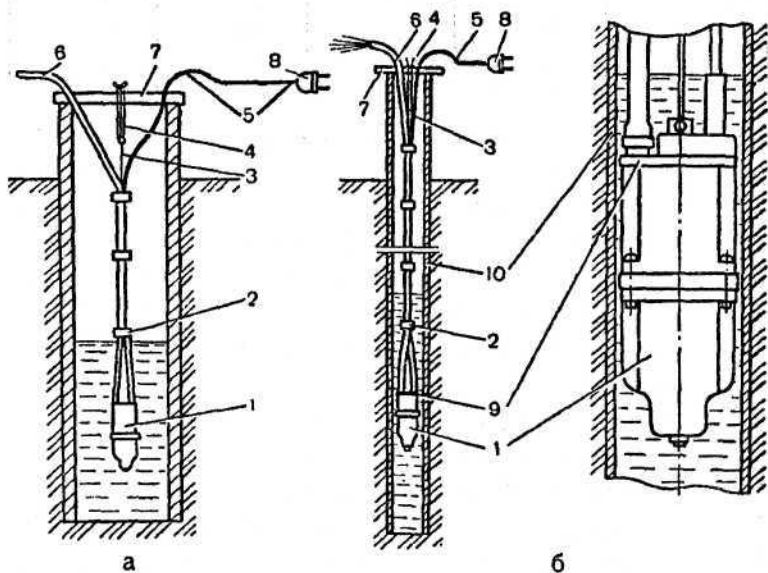

Рис. 3. Установка электронасоса «Малыш»:
- *Электромагнитные (вибрационные) насосы* предназначены для подъема воды из колодцев и трубчатых скважин при их непосредственном погружении в воду без предварительной заливки водой. Питаются насосы от однофазной сети переменного тока при длительном режиме работы. Пример установки электронасоса «Малыш» показан на *рис. 3*.